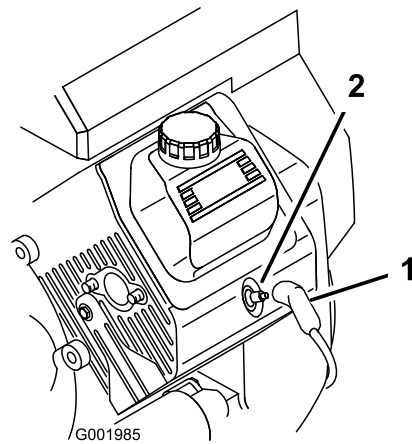

Bild 42
3. Ziehen Sie die Kabel von den Zündkerzen ab (Bild 42).
3. Stecken Sie die Kabel auf die Zündkerzen (Bild 42).